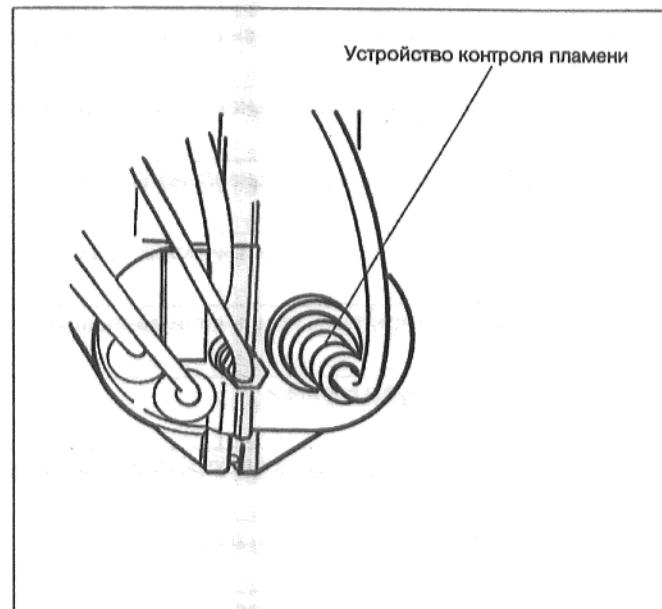

Рис.5
- Вынуть устройство контроля пламени из держателя при работающей горелке (рис.5).